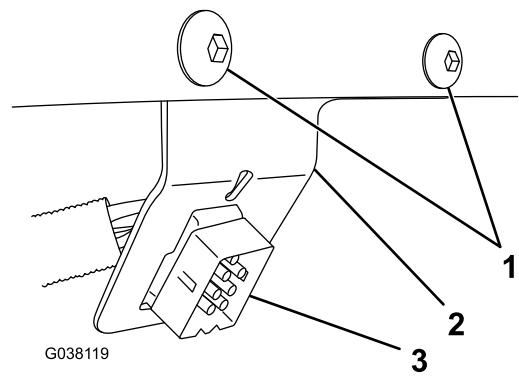

Bild 7
7. Ziehen Sie den Anschluss des Schneeschild-Steuergeräts in die Fahrzeugkabine (Bild 7).
8. Befestigen Sie den Anschluss des Schneeschild-Steuergeräts an der Armaturenbretthalterung, befestigen Sie die Halterung links neben dem Lenkrad mit zwei Blechschrauben (Bild 7).